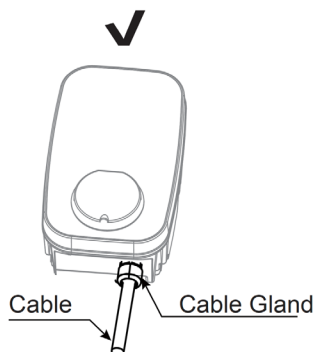

Fig. 6
- Opción 1: Entrada inferior (recomendada): el cable entra por la parte inferior y se sella con el prensaestopas. Fig. 6